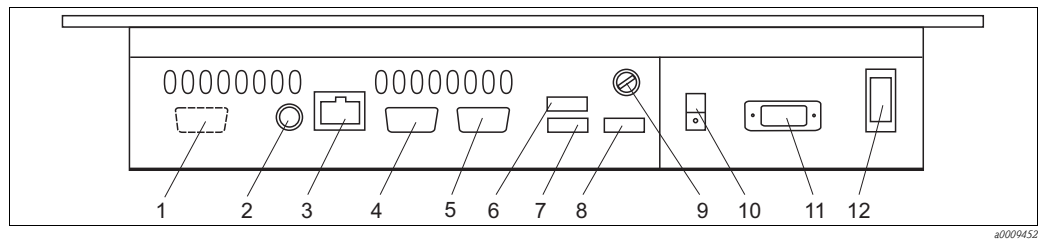

Abb. 15: Anschlüsse Panel-PC
3. Stecken Sie den D-Sub-Stecker in die Buchse der PROFIBUS-Karte (Pos. 1, Abb. 15).